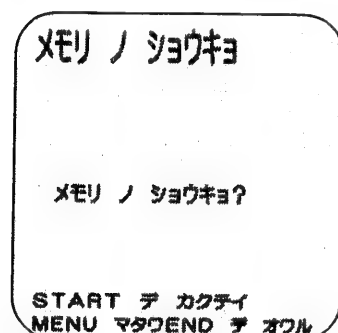

図24
7. 7. 5. 測定結果の消去は、図18を表示させたあと、□ メモリ ノ ショウキヨにカーソルを合わせSTARTキーを押してください。図24が表示されます。